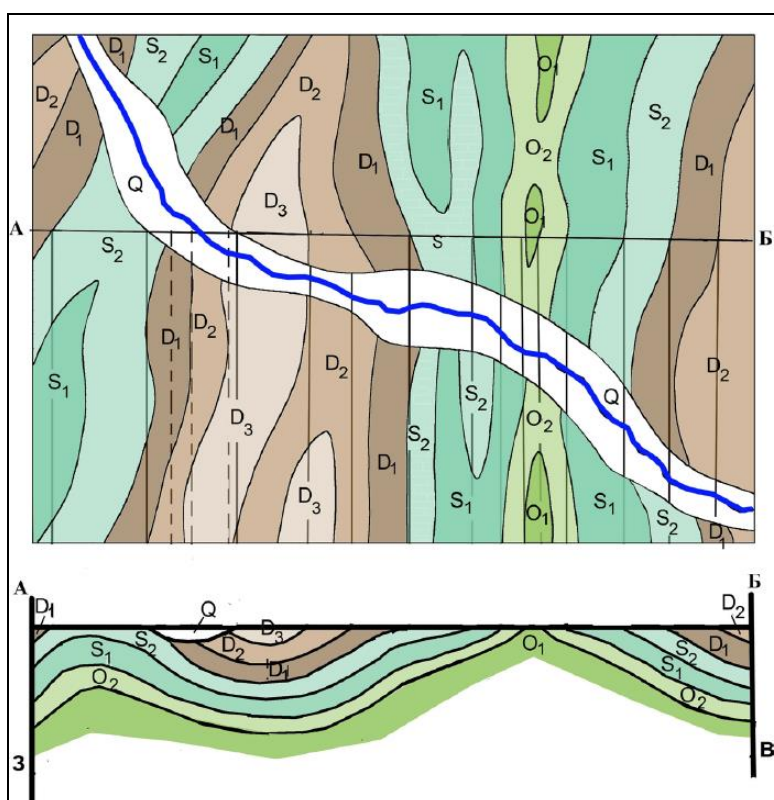

Рисунок 2- Построение геологического разреза
3. Соединить друг с другом одноименные геологические границы, начиная от молодых, учитывая геологическое строение и углы залегания. Чем ближе падение пласта к падению рельефа, тем шире выход пласта на дневную поверхность. Перегиб слоев происходит только в замках складок. Рисунок 2.